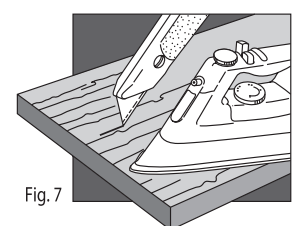

Fig. 7
**Blaasjes:** dit komt voor wanneer er ofwel niet genoeg lijm op het oppervlak werd aangebracht ofwel het fineer op die plaats niet voldoende is aangedrukt. In het laatste geval zullen bij het doormidden snijden van zo'n blaas de lijmnaden nog zichtbaar zijn. Met het gebruik van een strijkijzer zal de lijm te reacteren zijn, waardoor het mogelijk is om de blaas of de fineerplooi weg te werken op voorwaarde dat er tussen de drager en de Decoflex genoeg lijm werd aangebracht. Let wel dat u het verwarmde strijkijzer op het fineer (lieft met een stuk kraftpapier of katoen ertussen) in beweging houdt, anders bestaat het risico dat het fineer door oververhitting verkleurt. (Fig. 7)